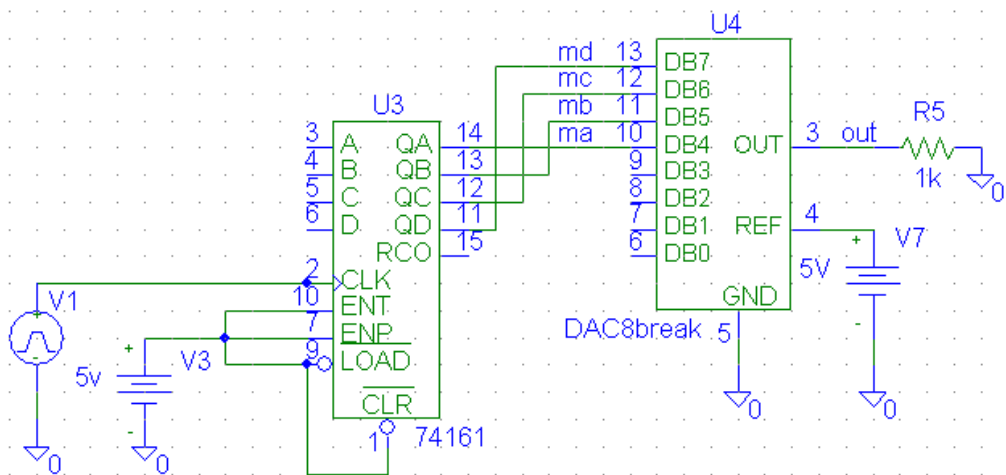

Рис. 6.1. Схема дослідження цифро-аналогового перетворювача
1. Зібрати схему дослідження ЦАП (рис. 6.1).